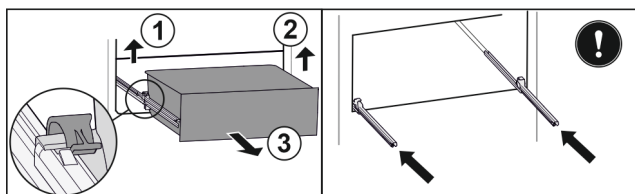

Fig. 155
- Повдигнете лявата скоба и едновременно с това изтеглете напред чекмеджето отляво. Fig. 155 (1)
- Повдигнете дясната скоба и едновременно с това изтеглете напред чекмеджето отдясно. Fig. 155 (2)
- Извадете чекмеджето напред. Fig. 155 (3)